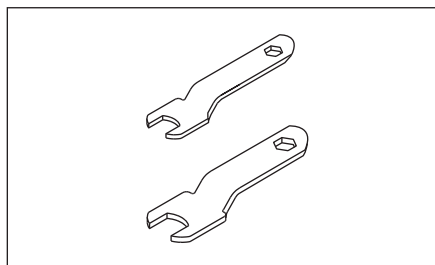

Figure 3 - Clés
2. **Bien serrer le mandrin avec les clés (fournies avec quelques modèles) (Voir Figures 3 et 4).** Appliquer une clé sur l'écrou du mandrin et l'autre sur la tige. Tourner la clé sur l'écrou du mandrin à la droite, et simultanément, tourner l'autre clé au